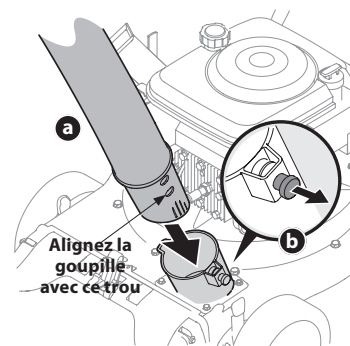

Figure 4
1. Placez le raccord du boyau dans l'adaptateur situé à l'avant gauche de l'appareil. Voir Figure 4 (a).
2. Tirez la goupille à ressort de la base et alignez-la avec le premier trou (le plus proche de l'extrémité du boyau) du raccord. Voir in Figure 4 (b).